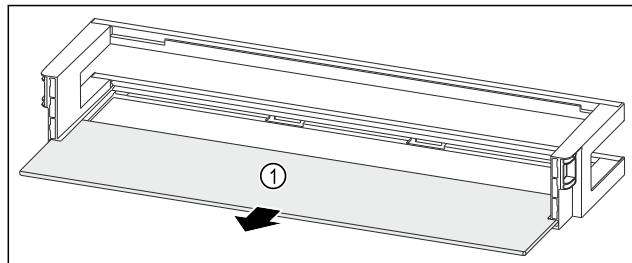

Fig. 96 Balconnet de contre-porte avec tablette de rangement
- ▶ Retirer la tablette de rangement Fig. 96 (1).